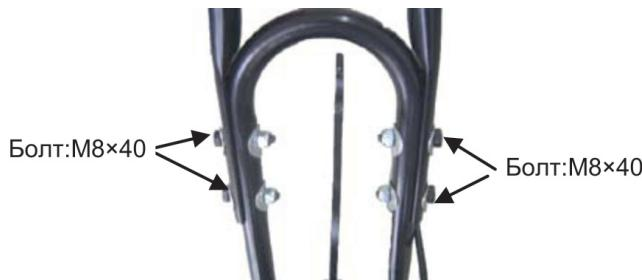

Рис. 5
5. Соедините правую и левую рукоятки управления с U-образной трубой и закрепите с помощью 4 болтов M8x40 (рис. 5);